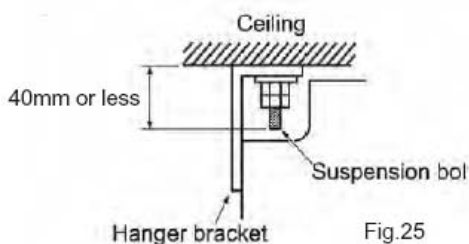

Fig.25
- Régler la distance entre l'appareil et la dalle ou le plafond au préalable (voir Fig.25)